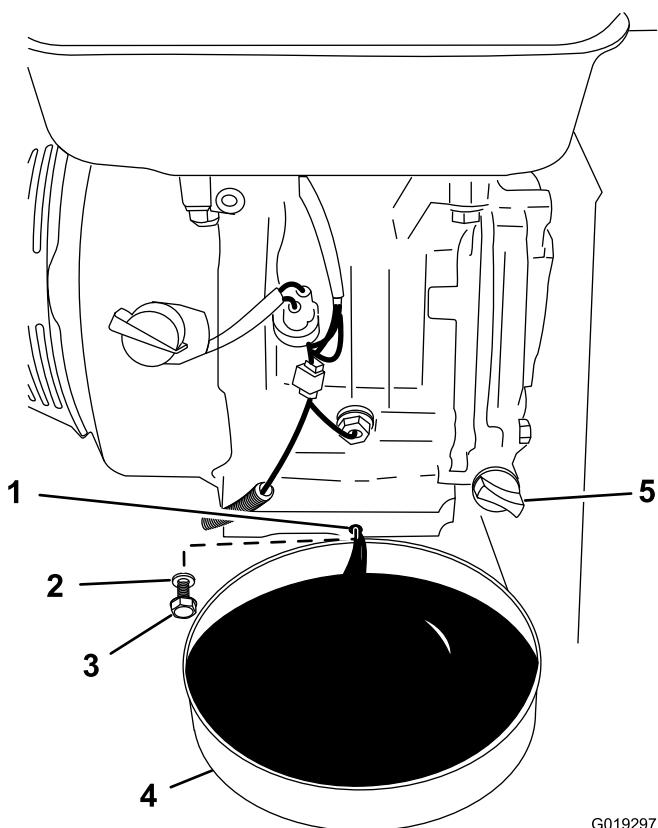

Figura 41
5. Coloque un recipiente con capacidad para 1.9 litros (2 cuartos de galón US) debajo del orificio de vaciado de aceite del motor (Figura 41).
6. Retire el tapón de vaciado y la arandela, y drene el aceite (Figura 41).
7. Cuando el aceite se haya drenado completamente, instale el tapón de vaciado y limpie cualquier aceite derramado (Figura 41).
2. Retire el tapón de llenado/varilla de aceite y vierta lentamente aproximadamente el 80% de la cantidad especificada de aceite en el motor (Figura 41).